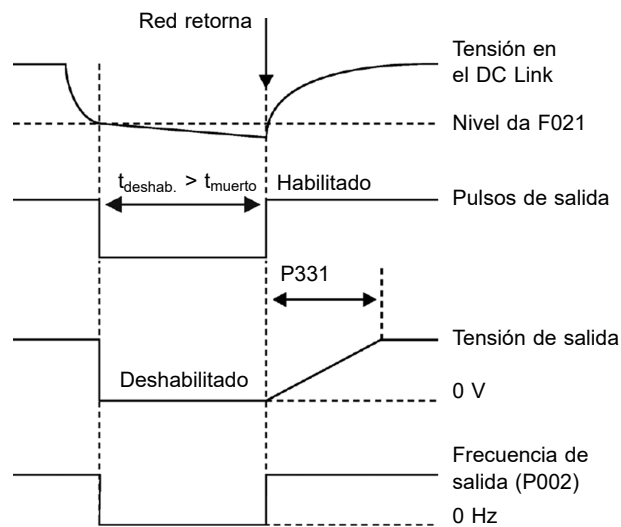

Figura 8.7: Actuación de la función Ride Through
- Función Ride-Through (RT):** La función Ride-Through deshabilitará los pulsos de salida (IGBT) el convertidor así que la tensión de alimentación alcance un valor por debajo del valor de subtensión. No ocurre falla debido a la subtensión (F021), la tensión en el Link DC caerá lentamente hasta que la tensión de la red retorne. En caso que la tensión de la red demore mucho para retornar (más de 2 segundos), el convertidor puede indicar F021 (subtensión en el Link DC). Si la tensión de la red retorna antes, el convertidor volverá a habilitar los pulsos, imponiendo la referencia de frecuencia instantáneamente (como en la función Flying Start) y realizará una rampa de tensión con tiempo definido por el parámetro P331. Consulte la Figura 8.7 en la página 8-11.